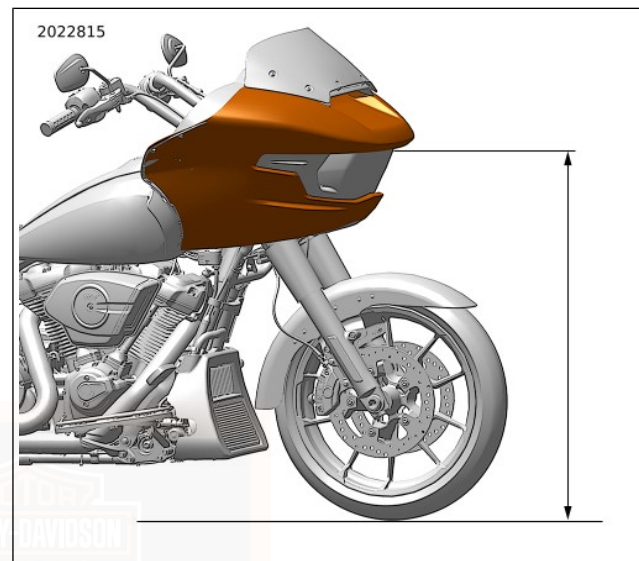

Abbildung 142. Rahmenmontierte Verkleidung: Vom Boden bis zur oberen Mitte der Scheinwerferöffnung
- b. **Rahmenmontierte Verkleidung:** Siehe Abbildung 142. Mit dem vorgesehenen Fahrer auf dem Motorrad den Abstand vom Boden bis zur oberen Mitte der Scheinwerferöffnung messen. Den angezeigten Abstand abziehen. Abstand: 50,8 mm (2 in)